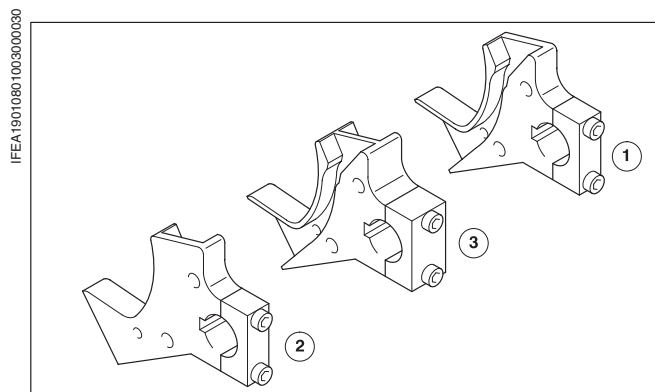

Рис. 9 Кулачки переключения
(Рис. 9/②): направляющая кулачка находится с левой стороны кулачка; нумераторные головки монтируются слева от кулачка переключения.
(Рис. 9/①): направляющая кулачка находится с правой стороны кулачка; нумераторные головки монтируются справа от кулачка переключения.
(Рис. 9/③): двойной кулачок: направляющие расположены на обеих сторонах кулачка; нумераторные головки можно монтировать слева и справа от кулачка переключения.